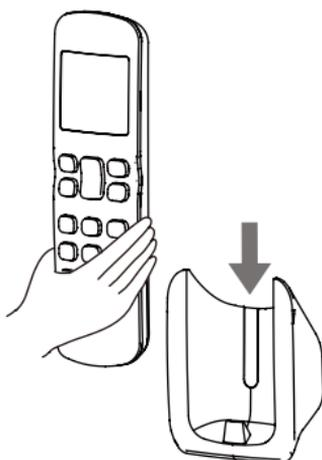

Figura 2.5
3) Deslice el control remoto verticalmente hacia abajo en su soporte (consulte la figura 2.5).